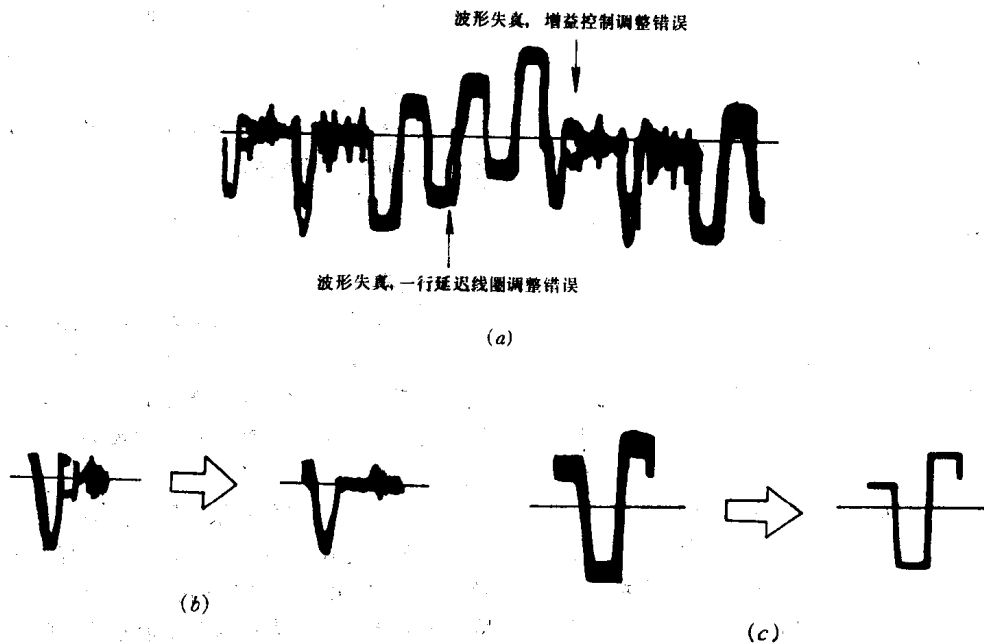

图2 B-Y调整波形
飞跃47C2-2的“爬行”，多见于T801开路或R804开路，用示波器观察波形就能很容易找出故障元件。另外IC801 TA7698AP内部的加减法器电路失效或不良，也可引起“爬行”。这时用万用表测量其⑩、⑪、⑫、⑬脚的直流电压即可判断。换上新的备件后，尤其是当换下T801或R804后，由于电感量和阻值的不适当，也都会引起“爬行”。此时，观察IC801的⑫脚波形，调整不正确的FU波形呈图2(a)所示，波形上的水平线条显得很粗且有虚影，系T801未调好。如波形在黑条的时基上有增益出现，系R804电位器未调好。正确的调整过程如下：
- (1)接收彩条信号。
- (2)各调节电位器置下列位置：
- (3)调节R804，以获得图2(b)的波形。
- (4)调节T801，以获得图2(c)的波形。